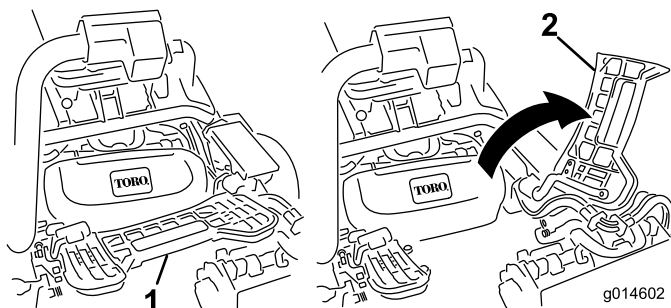

Figura 50
1. Relevez le repose-pieds pour accéder à la position de l'unité de coupe centrale (Figura 50).